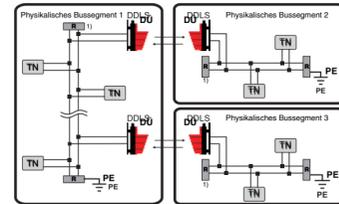

Bild 4.8: Verkabelung DeviceNet / CANopen
- Bei jedem Physikalischen Bussegment müssen die Enden der Busleitungen zwischen CAN\_L und CAN\_H terminiert werden (siehe Bild 4.8 **R**).
- Das Bezugspotential CAN\_GND darf nur an einer Stelle eines physikalischen Bussegmentes mit Erd-Potential (PE) verbunden werden (siehe Bild 4.8).